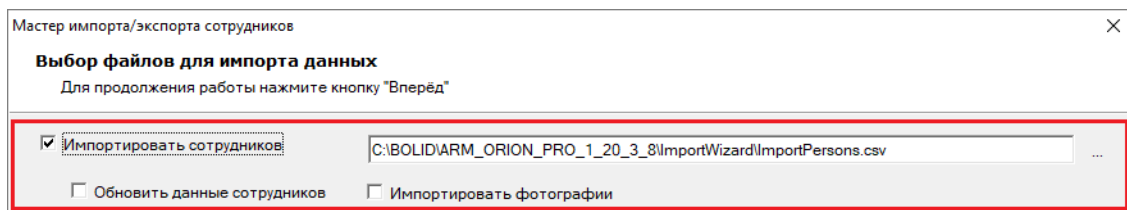

Рисунок 15-11 Выбор импорта данных персонала
- **Импортировать сотрудников** – установите флаг напротив этого параметра, чтобы выбрать для импорта в БД из файлов данные персонала. После установки флага (см. Рисунок 15-11) станет доступно поле для определения адреса файла, из которого будет осуществляться импорт данных (по умолчанию – файл «ImportPersons.csv» в папке «ImportWizard», расположенной в каталоге с установленным АРМ «Орион Про»), а также появятся варианты импорта: